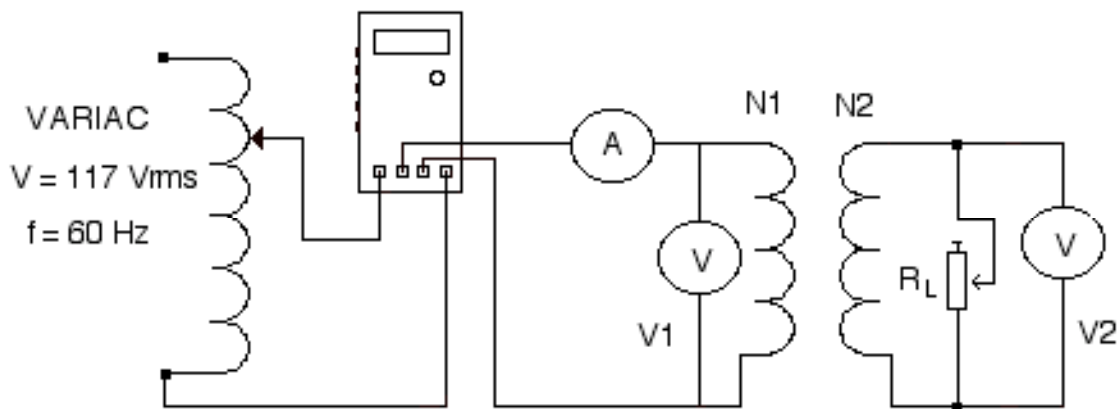

Figura 10.6. Circuito para realizar las pruebas de carga del transformador
- 41.- Para realizar las pruebas de carga, monte el circuito de la figura 10.6, en el que va a utilizar el vatímetro digital para realizar las mediciones de potencia.